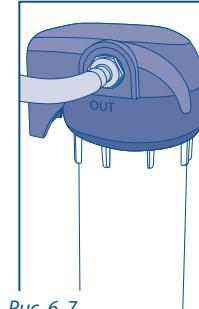

Рис. 6
13. При подключении соблюдайте направление подачи воды в водоочиститель в соответствии с надписями на крышке изделия: IN – вход; OUT – выход очищенной воды (рис. 6, 7).